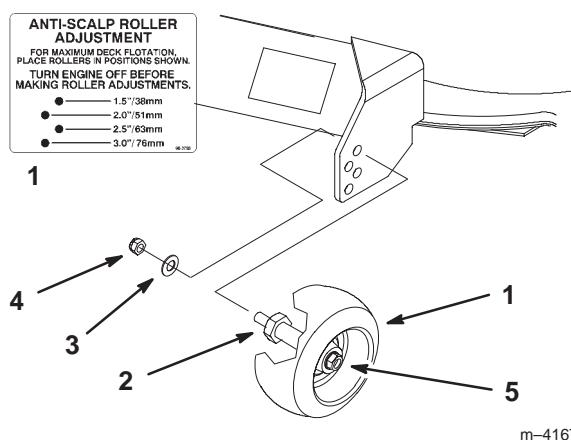

Figure 22
2. Lorsque la hauteur de coupe est réglée, enlevez l'écrou et la rondelle tout en maintenant le goujon avec une clé (Fig. 22).
3. Choisissez le trou pour que la roue de jauge se trouve le plus près possible de la hauteur de coupe correspondante voulue (Fig. 22).
4. Remettez l'écrou à collarette et la rondelle élastique. Serrez à 54,2–61,0 Nm (Fig. 22).